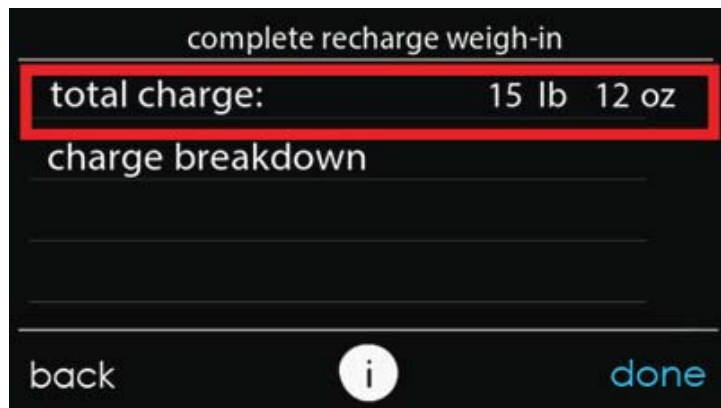

Fig. 21 – Se necesita una carga total para una carga completa
14. Si se trata de una recarga completa, seleccione "Complete recharge" (Recarga completa) en la pantalla "Charging mode selection" (Selección de modo de carga). Esta pantalla mostrará la cantidad total de carga que se debe agregar para el serpentín interior, el conjunto de líneas y la unidad exterior (consulte la Fig. 21). La pantalla "Charge breakdown" (Desglose de la carga) muestra la carga necesaria para cada componente del sistema.